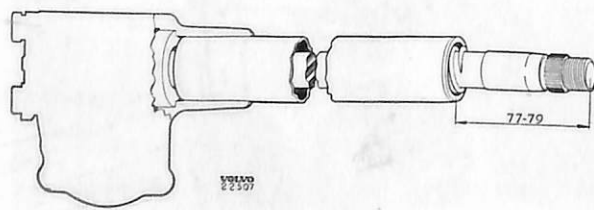

Bild 33. Montering av ratttrör.
4. Om övre lagrets ytterring varit demonterad pressas den i med dorn SVO 4113. Har ratt-röret varit demonterat pressas det i styrväxel-huset så långt, att sedan rattörslager och ratt-axel monterats skall rattaxeln skjuta 77—79 mm utanför rattroret, se bild 33.